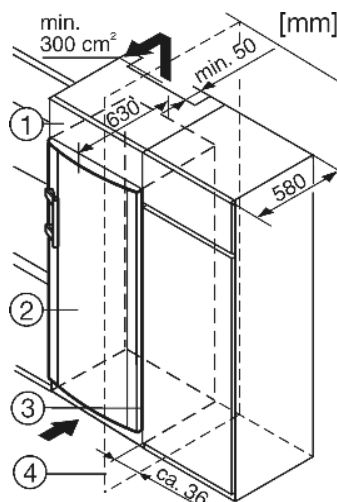

Fig. 14
- (1) Дополнительный шкафчик
- (2) Устройство
- (3) Кухонный шкаф
- (4) Стенка
При комбинировании с обычными кухонными шкафами (глубина макс. 580 мм) устройство можно установить непосредственно рядом с кухонным шкафом Fig. 14 (3). Дверца устройства выступает по сторонам на 34 мм и по центру устройства на 50 мм относительно передней стенки кухонного шкафа. Поэтому ее можно свободно открывать и закрывать. Важно для вентиляции:
Если устройство установлено на шарнирах у стены Fig. 14 (4), то расстояние между устройством и стеной должно быть не менее 36 мм. Насколько выступает ручка при открытой дверце.